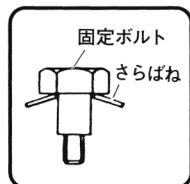

図24(b)の状態でナイフスティックに取付ける場合は、研磨刃と同様に取付けてください。
- ① 図24(a)のようにブレードホルダ（B）に替刃を取付けてください。
- ② ブレードホルダ（B）を裏返し、ブレードホルダ（A）上を滑らせブレードホルダ（B）のピンをブレードホルダ（A）の突き当面に突き当て、ワッシャ、M8×16ボルトで固定してください。